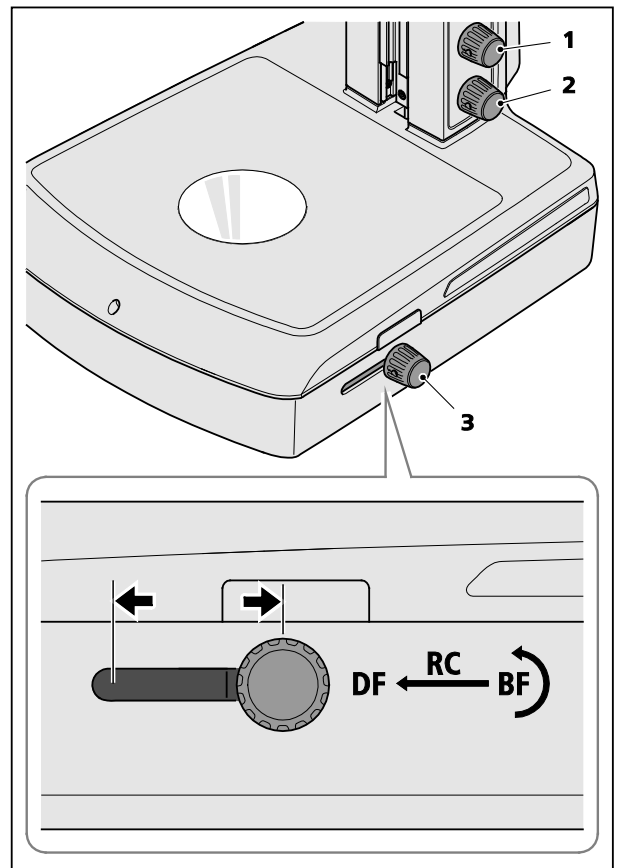

Fig. 5 Manejo de la unidad diascópica
- Encender la iluminación diascópica presionando el botón giratorio inferior (Fig. 5/2) y ajustar su intensidad girándolo.
- Para ajustar una iluminación diascópica de campo claro, desplazar el botón giratorio/deslizante (Fig. 5/3) a la posición BF.
- Para ajustar una iluminación diascópica lateral de campo oscuro, desplazar el botón de mando (Fig. 5/3) a la posición DF.
Desplazando el botón giratorio/deslizante (Fig. 5/3) a la posición central (RC) e inclinando además el espejo se creará una iluminación de luz oblicua que hará visible las estructuras de objetos no coloreados en contraste del relieve.
Pulsando/girando el botón superior de iluminación (Fig. 5/1) se puede agregar variablemente luz episcópica a la luz diascópica ajustada.